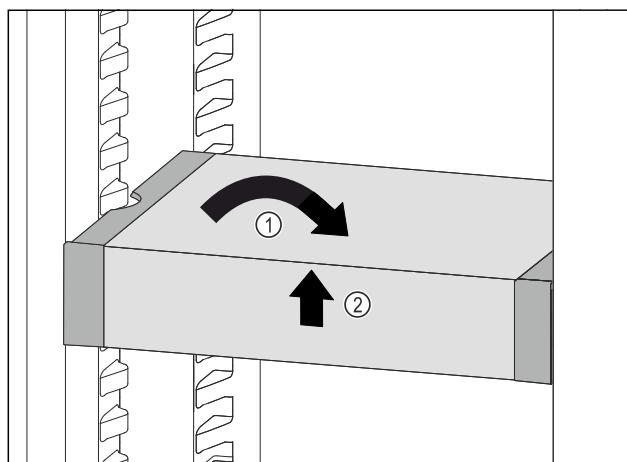

Fig. 124
- ▶ Установите VarioSafe прямо. *Fig. 124 (1)*
- ▶ Приподнимите VarioSafe спереди. *Fig. 124 (2)*